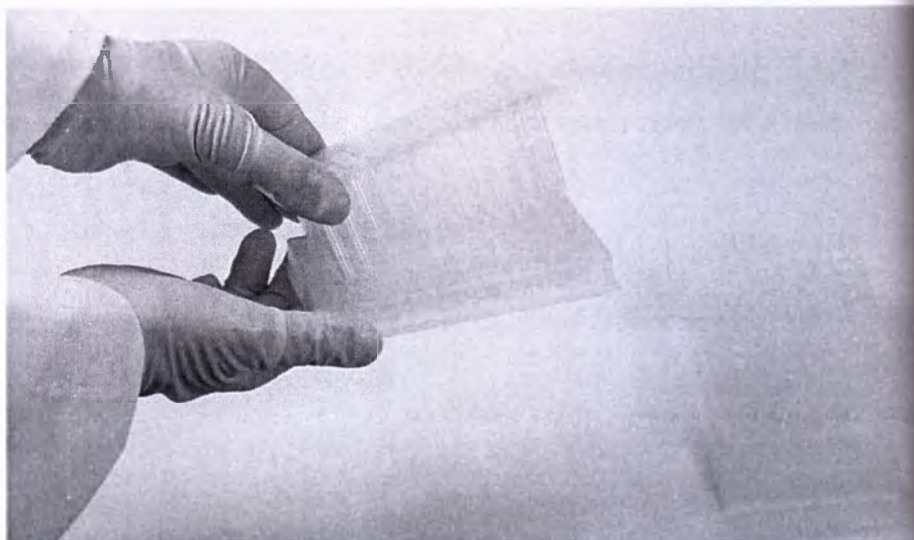

Рис. 6.4 Установка гребенок наконечников на планшет (200мкл) для KingFisher 96 для хранения и дальнейшего использования
3. Установить вторую гребенку наконечников на другой планшет (200 мкл) для хранения и защиты от деформации (Рис. 6.4) и правильной работы инструмента.